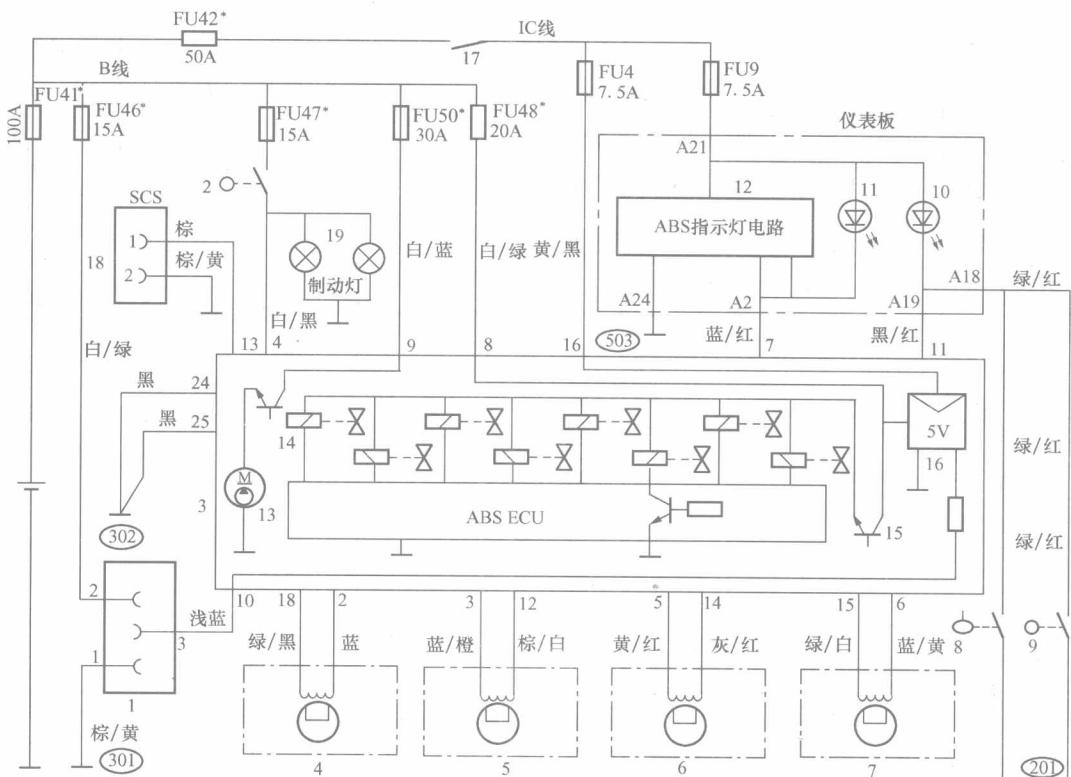

图1-4 本田奥德赛轿车ABS电控系统电路原理图
(2) 局部电路原理图。为弄清汽车电器内部的结构，搞清楚各个部件之间的连接关系，弄懂某个局部电路的工作原理，常常从整车电路原理图中抽出某个需要专门研究的局部电路，参照有关资料，必要时甚至根据实地测绘、检查和试验记录等，将重点研究部位进行放大、绘制且加以说明，从而形成某一部分的电路原理图。图1-4所示为本田奥德赛轿车ABS电控系统电路原理图。这种局部电路原理图看起来简单明了，易读易绘，缺点是只能了解局部电路。